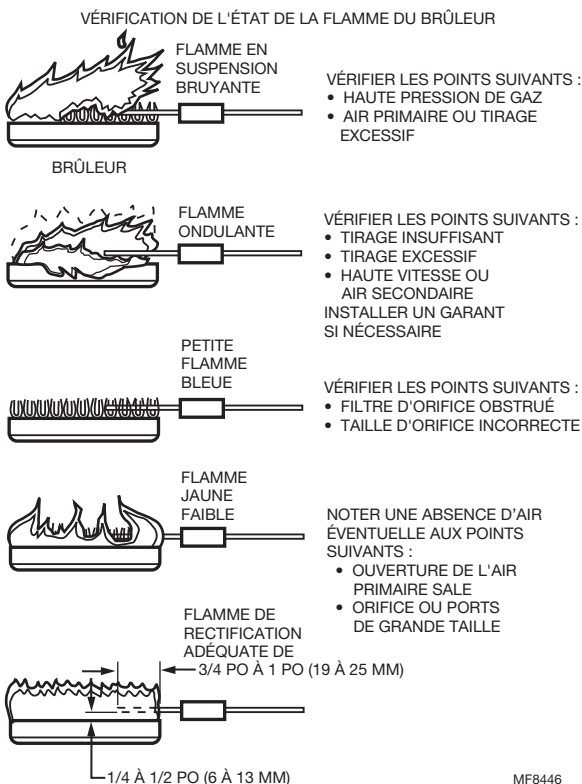

Fig. 5. Vérifier la flamme du brûleur.
- Vérifier la flamme du brûleur. Le capteur/allumeur ou le capteur doit être constamment immergé dans la flamme. Vérifier l'état de la flamme du brûleur comme indiqué sur la Fig. 5. Ne pas resituer l'allumeur par incandescence ni l'électrode de flamme.
- a. S'assurer que la flamme du brûleur peut fournir un signal de redressement adéquat. Voir la Fig. 5.
- b. S'assurer lorsqu'AUCUN 3/4 po à 1 po du capteur de flamme ou du capteur de l'allumeur est continuellement immergé dans la flamme pour obtenir un signal de flamme optimal. Voir la Fig. 5.